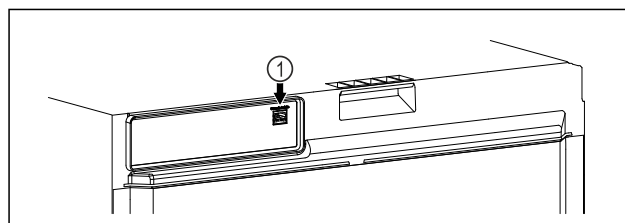

Fig. 141
- A SmartModule Fig. 141 (1) be van helyezve.